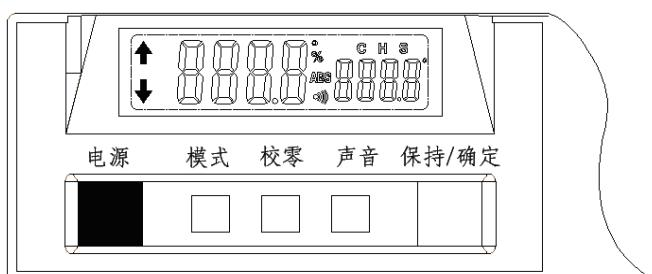

图 G-2
1) 轻压【电源】按钮，坡度计液晶显示区会显示初始化面，见图 G-2；